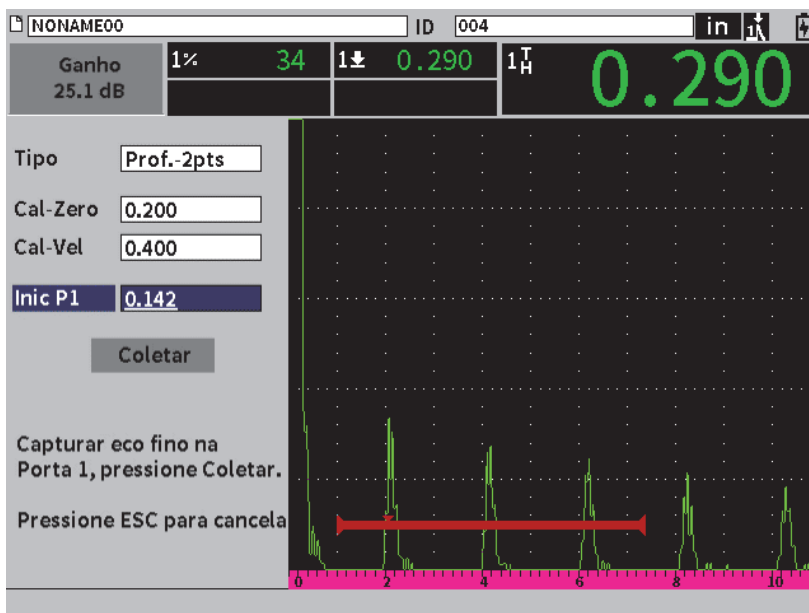

Figura 8-3 Calibração – Configuração inicial da caixa de diálogo
3. No menu de configuração, selecione o ícone **Calibrar** () para abrir a caixa de diálogo de calibração (veja Figura 8-3 na página 117).